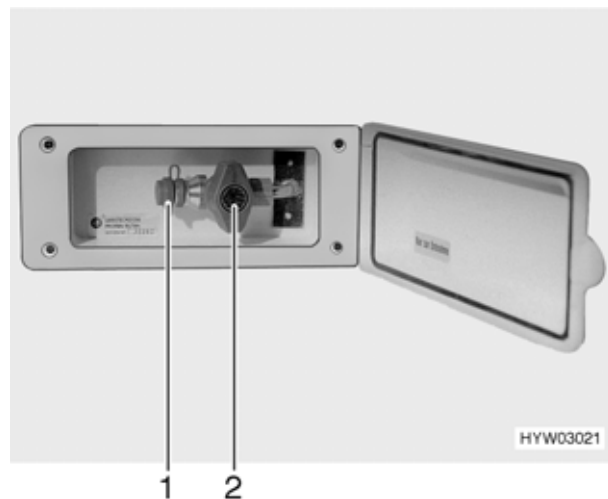

Fig. 58 Presa gas esterna, rubinetto chiuso
- ▶ Quando la presa gas esterna per il gas non viene utilizzata, chiudere sempre il rubinetto (Fig. 58,2).
- ▶ Accertarsi che dopo aver collegato l'impianto a gas e aver aperto il rubinetto non fuoriesca del gas dalla presa esterna (Fig. 58,1). Se la presa gas esterna perde, il gas si disperde nell'atmosfera. Chiudere immediatamente il rubinetto e la valvola principale della bombola del gas. Fare controllare la presa esterna del gas da un'officina autorizzata.
La presa gas esterna si trova (Fig. 58) sul lato anteriore destro vicino al vano portabombole.